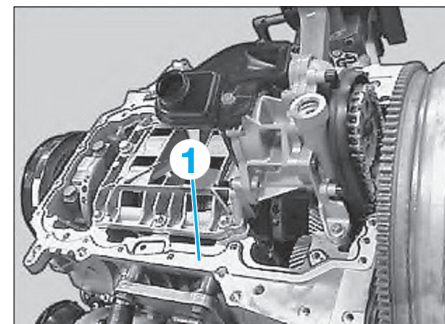

Fig. 27
- Déposer le joint (3) (Fig.27).